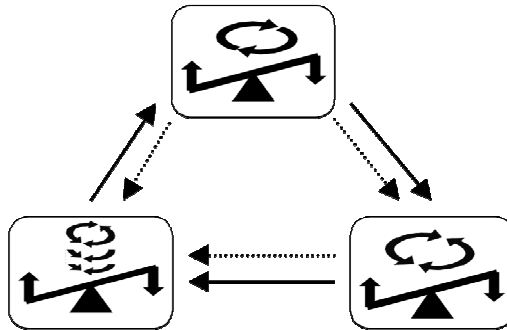

Abb. 1 Innovativer Mischvorgang
- alle drei im Wechsel (Abb. 1).